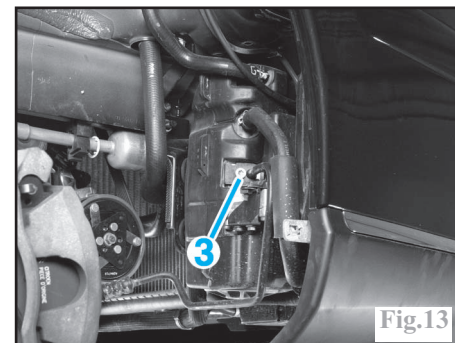

Fig.13
Déposer la vis de bridage de la canalisation haute pression (3) (Fig.13) sur l'électropompe puis écarter la canalisation.